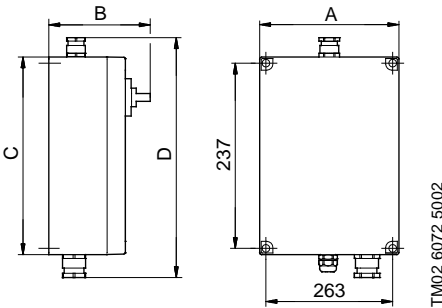

Fig. 6
- Aftag kabinettets forplade, og monter kontrolboksen på en plan flade med fire skrue gennem monteringshullerne i kabinettets bagplade, se fig. 6. Kabelforskrningerne til pumpe og svømmerafbryder skal vende nedad.